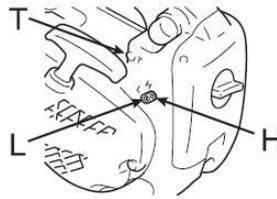

Fig. 21
- Girare la vite di regolazione del minimo (Fig. 21-L) e la vite di regolazione della velocità massima (Fig. 21-H) in senso antiorario fino a fine corsa.
- Girare la vite di regolazione del folle (Fig. 21-T) in senso antiorario fino a quando la catena non si arresta.
- Girare la vite di regolazione del folle (Fig. 21-T) in senso antiorario di un altro mezzo giro.